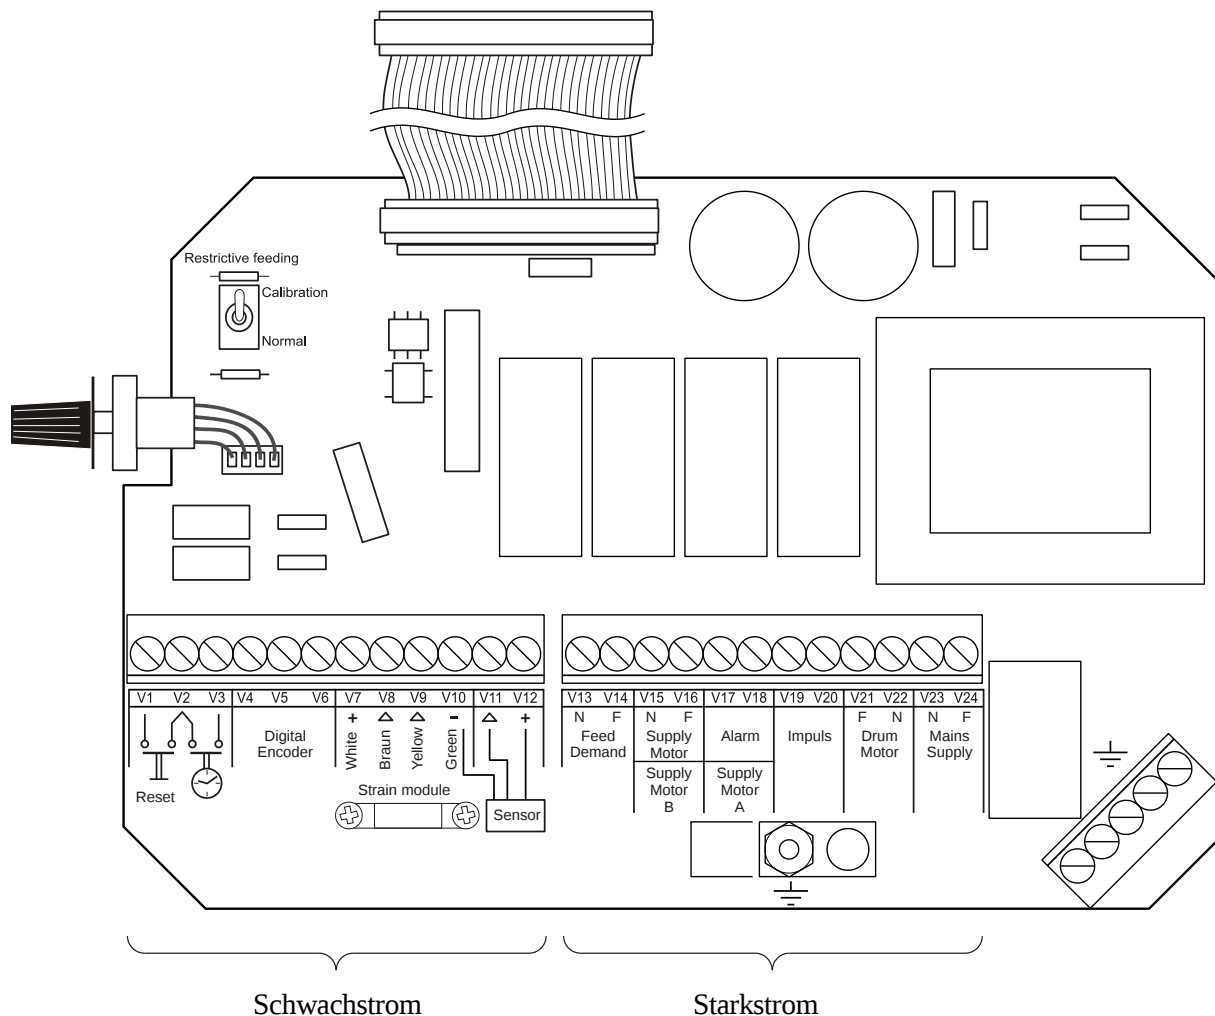

Abb. 14: DOL 99 Bodenplatine
- 4) Die Schirmplatte lösen und entfernen. Jetzt ist die Bodenplatine zugänglich. Siehe Abb. 14.